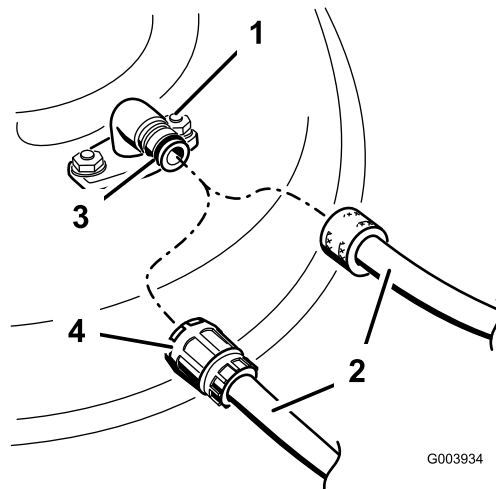

Figure 49
3. Branchez le raccord du flexible au raccord de lavage du carter de tondeuse et ouvrez l'eau en grand (Figure 49).